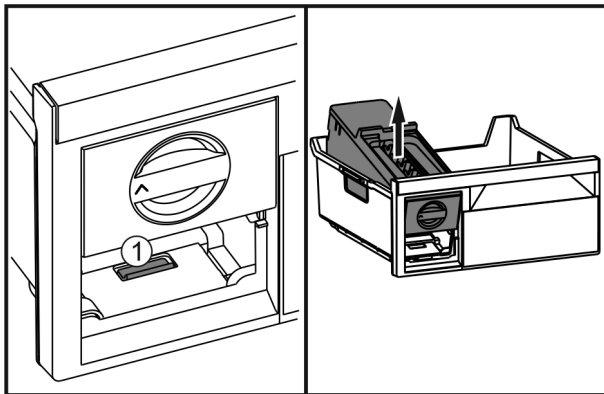

Fig. 20
- ▶ Lip Fig. 20 (1) indrukken, EasyTwist-Ice van achter optillen en uit de vrieslade nemen.